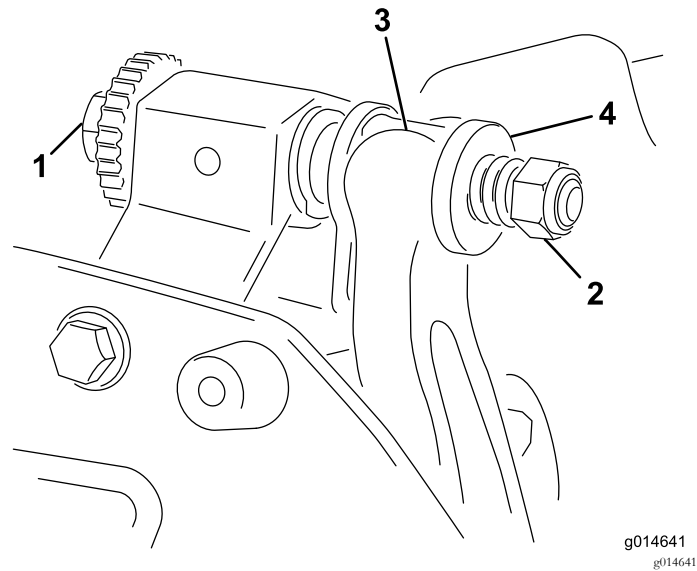

图22
- 1. 逆时针旋转底刀架调节螺丝将底刀后撤离开滚刀 图22。
- 2. 退出弹簧加压螺母直到垫圈不再对底刀架 图22施压。